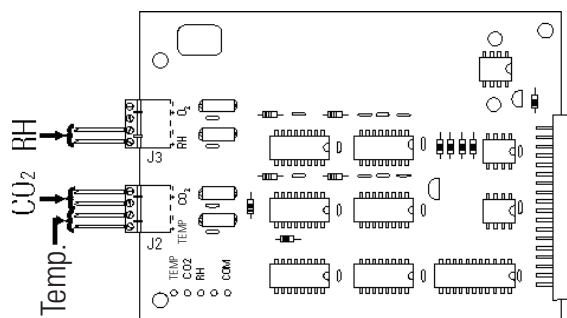

Figura 9-4. Conductores en la tarjeta analógica de salida
4. Cada sistema monitorizado (Temp., CO₂ y HR) requiere de dos conductores (consulte la figura 9-4).
6. Desnude los extremos de cada conductor y conéctelos a las terminales correspondientes de los conectores J2 o J3 de la tarjeta analógica. Consulte la figura 9-4.